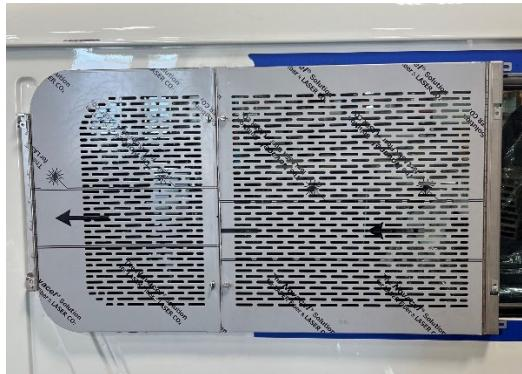

Figura 8: Ensamble de Protector central en su lugar
13. Monte el MGA al Soporte del Piloto usando los tornillos de mariposa usados en el Protector Medio. (Figura 8)